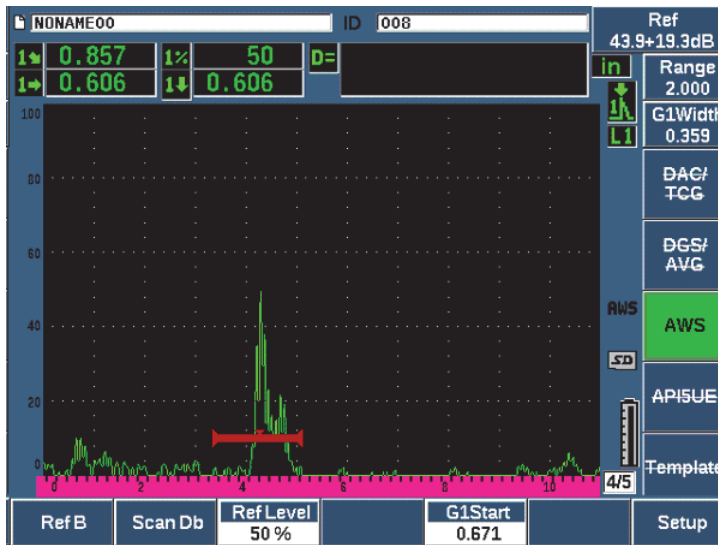

Figure 11-19 Valeur de référence B avant stockage
3. Sélectionnez **AWS > Ref B** pour stocker le réflecteur situé dans la porte comme valeur **Ref B**, et puis sélectionnez **YES** (Oui) pour confirmer (voir la Figure 11-19 à la page 276).